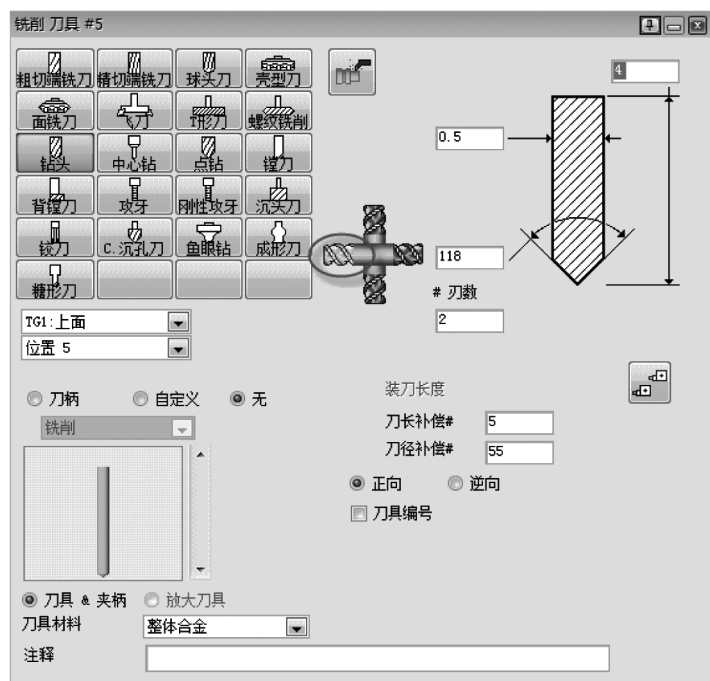

图 5-22 铣削刀具#5
7) 创建铣削刀具#5，如图 5-22 所示。请注意刀具方向。